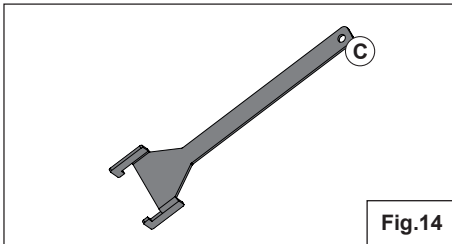

Fig.14
1. Per rimuovere la piastra in ferro sul fondo della camera di combustione, utilizzare il gancio in dotazione (C) (Fig.14)